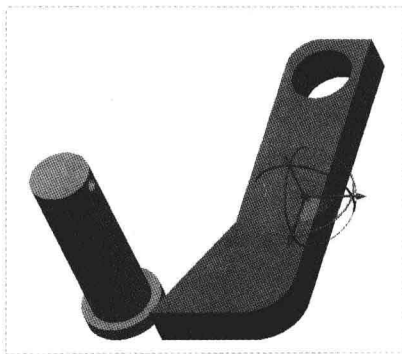

图 11-68 打开一个零件
Step 02 在“功能区”选项板的“模型”选项卡中，单击“元件”面板中的“组装”按钮 ，弹出“打开”对话框，打开一个零件，如图 11-68 所示。